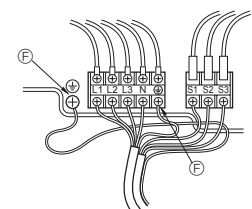

Fig. 6-2
### 6.1. Udendørs enhed (Fig. 6-1, Fig. 6-2)
- Før kablerne som angivet i Fig. 6-1 og Fig. 6-2.